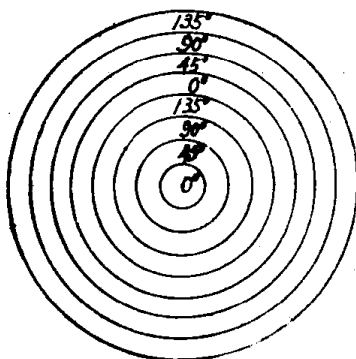

图4无线电波的传播图
3、表现无线电波的传播情形，可将偏振光片剪成直径大小不同的同心圆环片，贴时可从中心向外依次将环片调转45°后，再一环一环依次进行拚贴。如图4所示。